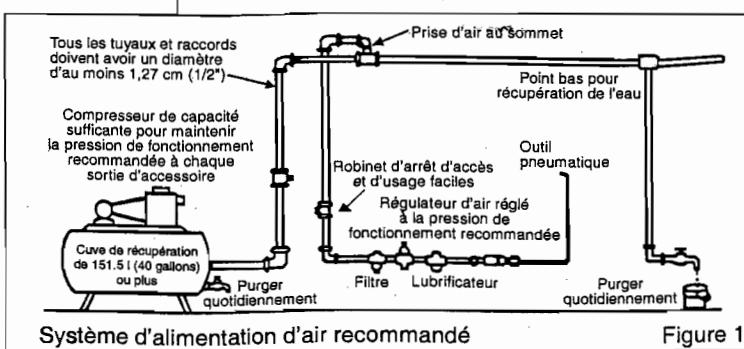

Figure 1
Use a clean lubricated air supply that will give a measured air pressure at the tool of 90 p.s.i./6.2 bar when the tool is running with the trigger/lever fully depressed. Use recommended hose size and length. It is recommended that the tool is connected to the air supply as shown in figure 1. Do not connect the tool to the air line system without incorporating an easy to reach and operate air shut off valve. The air supply should be lubricated. It is strongly recommended that an air filter, regulator, lubricator (FRL) is used as shown in Figure 1 as this will supply clean, lubricated air at the correct pressure to the tool. Details of such equipment can be obtained from your supplier. If such equipment is not used, then the tool should be lubricated by shutting off the air supply to the tool, depressurizing the line by pressing the trigger/lever on the tool. Disconnect the air line and pour into the hose adaptor a teaspoonful (5ml) of a suitable pneumatic motor lubricating oil preferably incorporating a rust inhibitor. Reconnect tool to air supply and run tool slowly for a few seconds to allow air to circulate the oil. If tool is used frequently, lubricate on daily basis and if tool starts to slow or lose power.
Employez une alimentation d'air propre et lubrifiée qui apporte une pression d'air mesurée à l'outil de 6,2 bar quand l'outil est en marche et que la manette de commande est complètement enfoncée. Employez un tuyau de la longueur et de la taille recommandées. Il est conseillé de connecter l'outil à l'alimentation d'air selon les indications de la figure 1. Ne connectez pas l'outil aux conduites d'air sans incorporer un robinet d'arrêt d'accès et d'usage facile. L'alimentation d'air doit être lubrifiée. Il est fortement conseillé d'employer un filtre à air, un régulateur et un lubrificateur (FR) comme indiqué à la figure 1, car cela permet une alimentation d'air propre et lubrifiée à la bonne pression à l'outil. Vous pouvez obtenir les détails de cet équipement auprès de votre revendeur. Si vous décidez de ne pas employer cet équipement, il faut lubrifier l'outil en arrêtant l'alimentation d'air, puis en purgeant la pression la conduite en appuyant sur le levier de commande. Déconnectez la conduite d'air et versez une cuillère (5 ml) d'huile pour moteur pneumatique (avec antirouille de préférence) dans l'adaptateur de tuyau. Reconnectez l'outil à l'alimentation d'air et mettez l'outil en marche pendant quelques secondes pour que la circulation d'air permette la distribution de l'huile. Si l'outil est employé fréquemment ou si l'outil ralentit ou perd de sa puissance, lubrifiez-le tous les jours. On recommande une pression d'air à l'outil de 6,2 bar/90 psi quand l'outil est en marche.